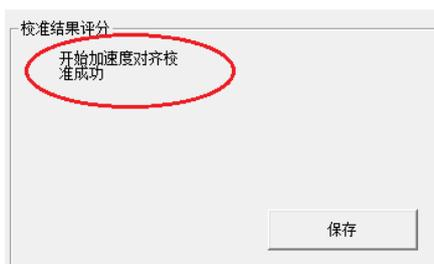

图 7-2-3
(3) 点击“开始对齐校准”按钮开始加速度对齐校准，成功后校准结果评分栏提示如图 7-2-3。